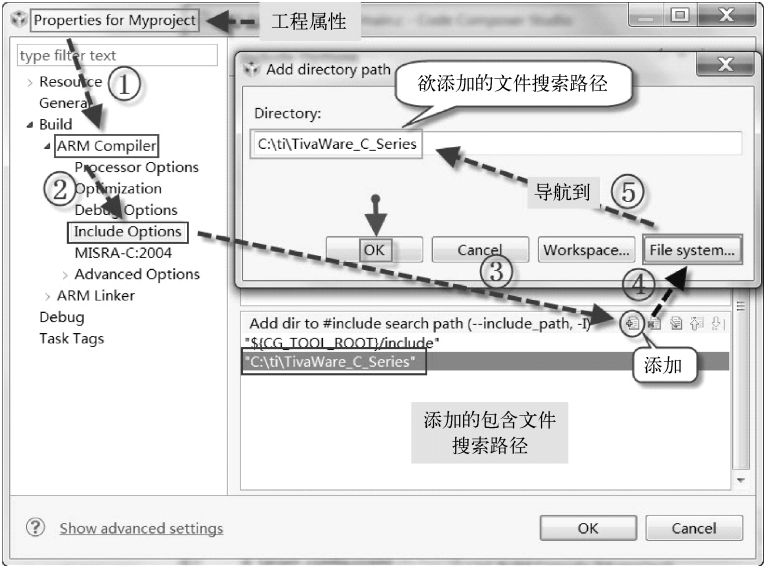

图 1-21 添加包含文件绝对路径的步骤
① 绝对路径：把所需的包含文件的绝对路径添加到如图 1-21 所示的栏中。操作步骤为：右键单击 Myproject 工程，在弹出的下拉菜单中选择属性（Properties）选项，然后按图 1-21 编号的步骤进行操作，最后单击 OK 按钮将需要的包含文件路径添加到搜索路径栏中。